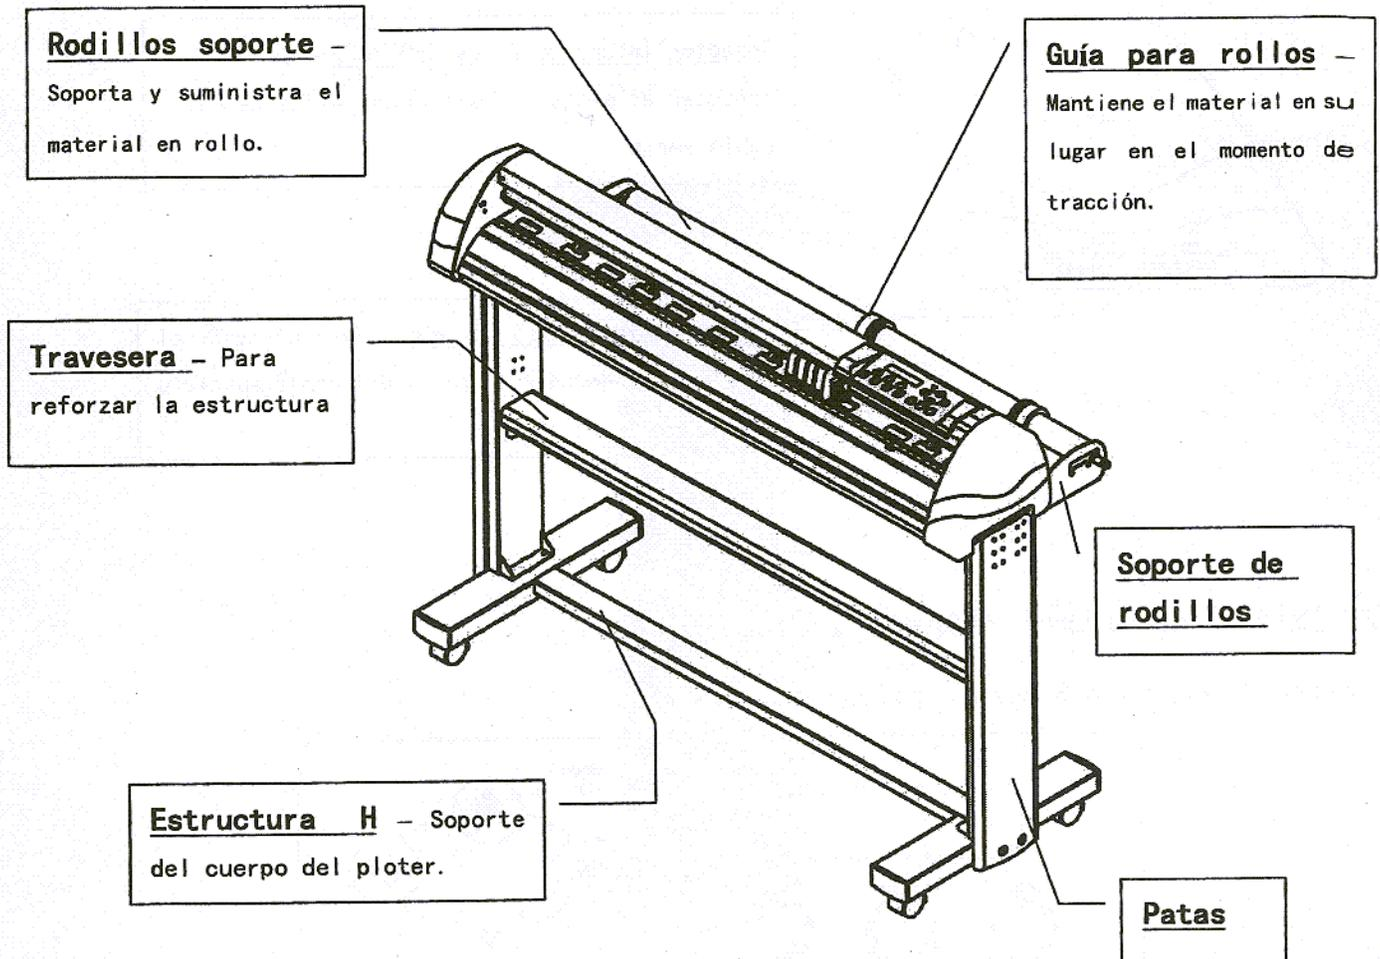

Figura 1-3
1.4 Vista completa del Jaguar (Figura 1-3)